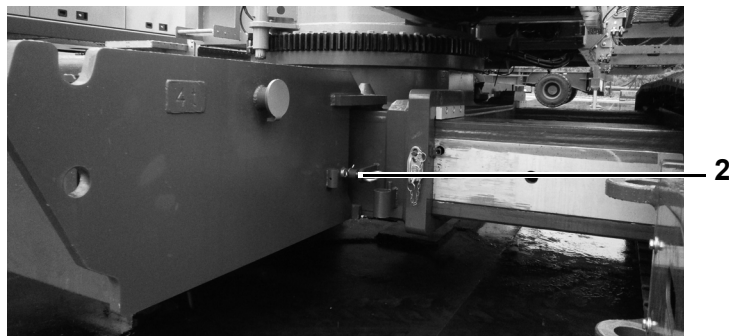

Fig. 125 Lastro da estrutura inferior com parafusos de trava posicionados
| 4 | Solte e remova os parafusos de trava direito e esquerdo (2) na Fig. 125. |